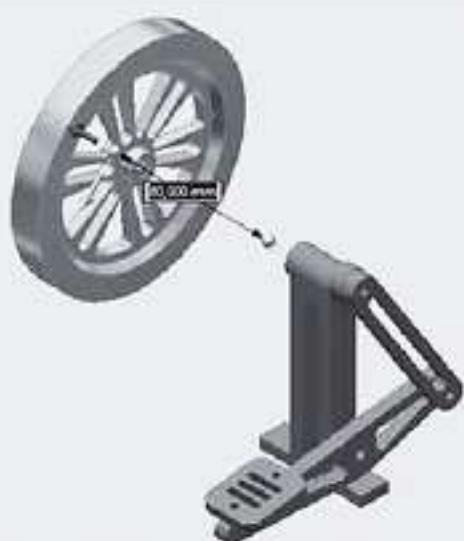

Figura 10.23 Roda sendo desmontada.
- Clique na seta e arraste a roda, digite 80 mm e clique em **Apply**, conforme Figura 10.23.